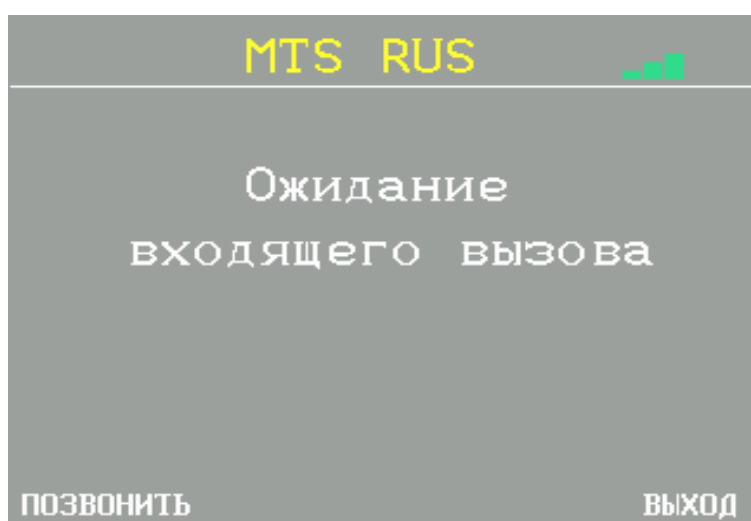

Рисунок 41 – Сообщение о режиме ожидания
- нажать кнопку "▲" или "▼". Сеанс связи начинается с инициализации GSM-модуля. Процесс инициализации отображается на дисплее электрокардиографа (см. рисунок 34), после чего электрокардиограф перейдет в режим ожидания входящего вызова (см. рисунок 41);